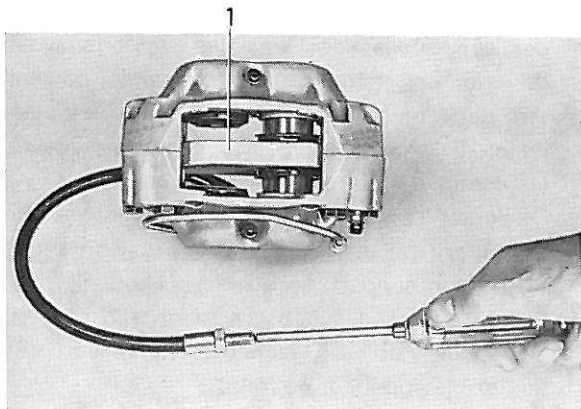
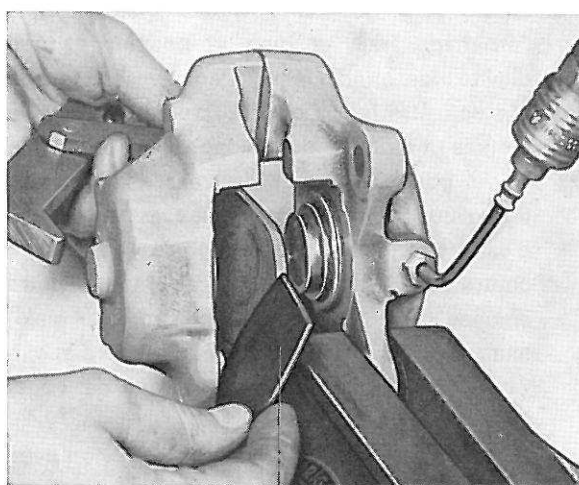

Figure 24. Démontage des pistons
Figure 29. Démontage des pistons
quette en se servant de l'air comprimé, voir figure 24. On peut ensuite déposer les pistons. Enlever les capots caoutchouc.
2. Enlever les jons d'arrêt des capots caoutchouc. Poser une planche de bois comme indiqué sur la figure 4 entre les pistons et, avec de l'air comprimé, repousser ces derniers contre le disque de frein, voir figure 24. On peut ensuite démonter ces pistons avec facilité. Enlever également les capots caoutchouc. S'il faut une pression élevée pour ce travail, connecter le conduit d'air comprimé comme indiqué sur la figure 29. Si l'un des pistons a
été démonté, on pourra boucher le cylindre avec une rondelle caoutchouc et l'outil 2809, voir figure 29.